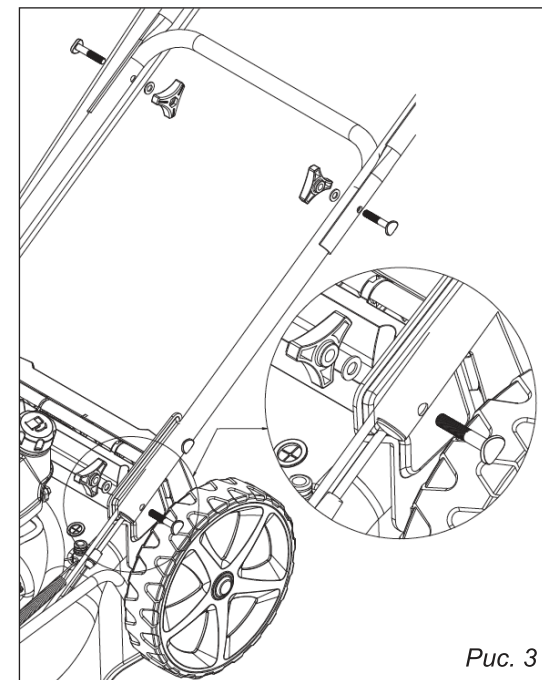

Рис. 3
2. Закрепите с помощью винтов кронштейн рукоятки (рис. 3).